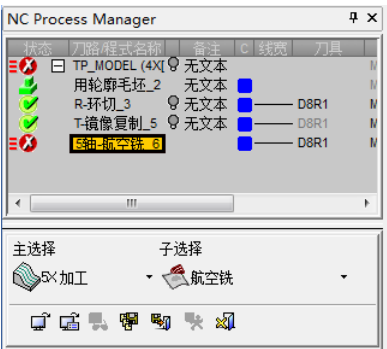

图 4-61 “NC Process Manager”对话框（3）
1) 创建程序。单击“加工向导”工具栏上的“加工程序”按钮，弹出“NC Process Manager”对话框（3），“主选择”为“5X 加工”，“子选择”为“航空铣”，如图 4-61 所示。